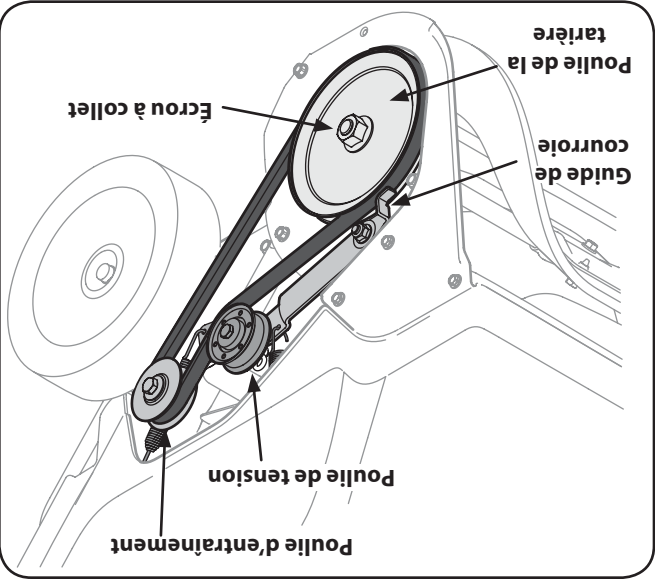

Figure 7-3
Pour remplacer la courroie, suivez les instructions ci-dessous et consultez la Fig. 7-3.
- 1. Faites passer la courroie sur la poulie d'entraînement et sous la poulie de tension. Voir la Fig. 7-3.